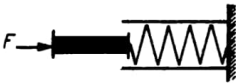

Bild 26
- 3.14** Ein Kupferstab von 240 mm Länge und kreisförmigem Querschnitt (Durchmesser 15 mm) wird zusammen mit einer Schraubenfeder (Federkonstante $0,45 \text{ MN m}^{-1}$) eingespannt (Bild 26). Dabei verkürzt sich die Feder um 35 mm. Geben Sie an, um wieviel sich der Kupferstab verkürzt.